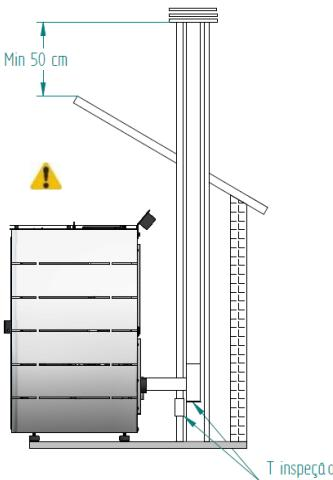

Figure 13 – Vue latérale du système avec cheminée, exemple de point d'inspection
- Comme le montre le Figure 13, l'installation du poêle à bois *Granulés* amène le tuyau d'échappement directement à la cheminée. Si la cheminée est trop grande, il est recommandé de canaliser la sortie de fumée avec un tuyau d'un diamètre interne minimum de 80 mm. Placez un « T » au bas du tuyau pour des inspections périodiques et un entretien annuel, comme illustré dans la figure ci-dessous.